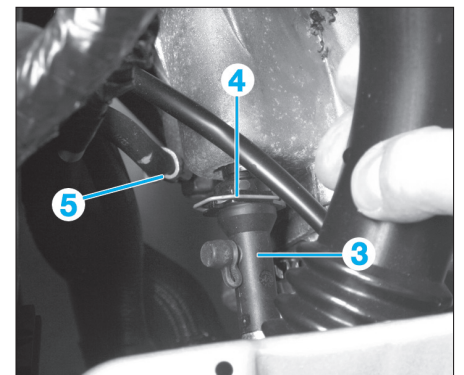

FIG. 6
- le support d'échappement (2) sur la boîte de vitesses,
- Débrancher la canalisation de commande d'embrayage (3) en poussant sur l'agrafe (4) (Fig.6).
- Débrancher le câble de masse (5).